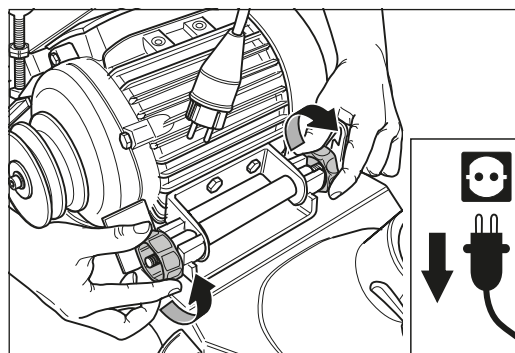
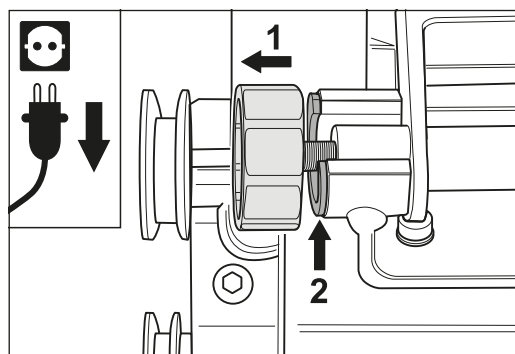

Fig. 22 Dévissez les deux écrous du moteur ...
Fig. 23 ... jusqu'à ce que les écrous fassent apparaître l'adaptation sur le boulon de maintien.
- 6 Desserrez les écrous moteur ; l'écrou moteur doit uniquement être dévissé de l'adaptation entre l'écrou moteur et le chevalet moteur et il n'est pas nécessaire de retirer le moteur entièrement (fig. 22 et fig. 23).